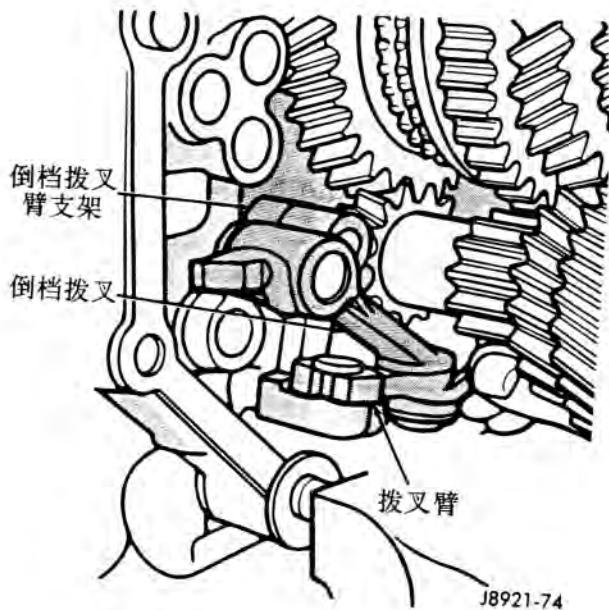

图 74 安装倒档拨叉臂
(1) 安装倒档拨叉臂，然后把它定位在换档拨叉臂支架上（图 74）。